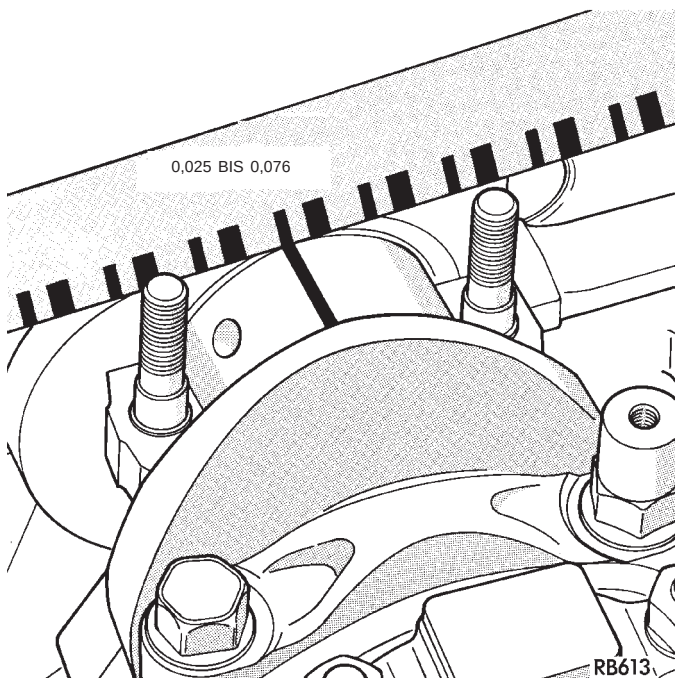

Abb. 12 Pleuellagerspiel messen—Typisch
(1) Näheres zum Messen des Hauptlager- und Pleuellagerspiels siehe (Abb. 12), Allgemeine Reparaturanleitung und Abschnitt "Technische Daten" in diesem Kapitel.